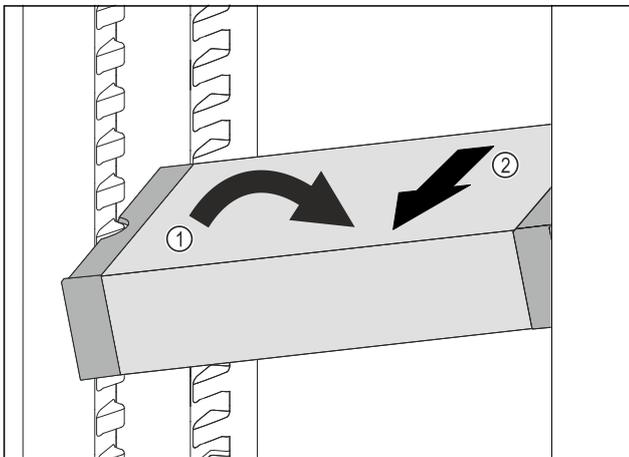

Fig. 115
- Incliner le VarioSafe dans la partie réfrigérateur. Fig. 115 (1)
- Sortir le tiroir VarioSafe par l'avant. Fig. 115 (2)